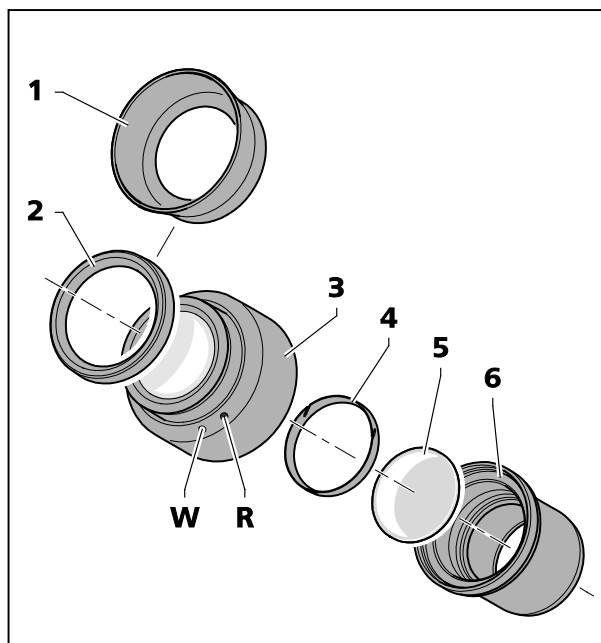

図 16 接眼レンズプレートの取り付け
接眼レンズにゴム製のメガネ保護リングが付いており、メガネに擦り傷が付くのを防いでいます。これらは、反転式アイカップ (図 16/1) に交換することができます。
- その場合、メガネ保護リング (図 16/2) を接眼レンズから外し、アイカップ (図 16/1) をセットします。
- カバー (図 16/6) を接眼レンズ (図 16/3) から取り外します。
- ロックリング (図 16/4) を取り外します。
- 接眼レンズプレート (図 16/5) をセットします。
追加のガラスパスの効果で簡単な画像移動は、視度においてゼロ位置が白色の点 (図 16/W) ではなく、赤色の点 (図 16/R) で表示されることによって考慮されています。